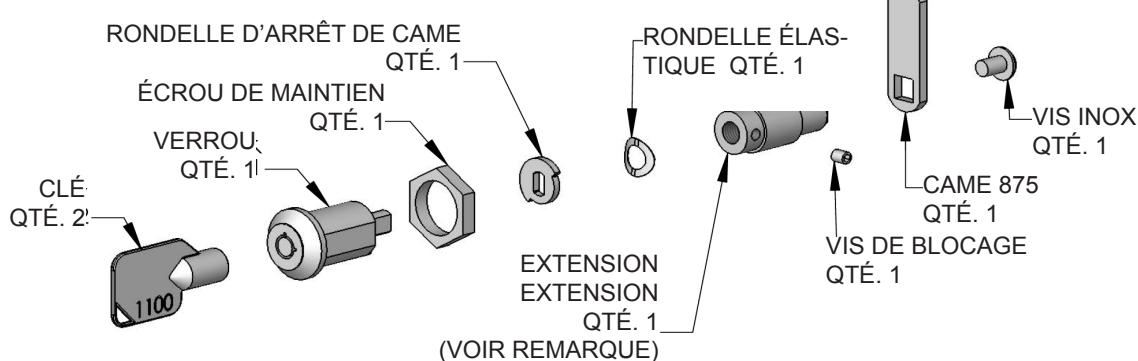

Figure 9
Deux (2) extensions de verrouillage sont fournies avec le verrou. Utilisez l'extension la plus longue pour un panneau de revêtement d'épaisseur  $\frac{3}{8}$ " et la plus courte pour un panneau d'épaisseur  $\frac{5}{8}$ ". Assemblez l'extension de verrouillage, une rondelle d'arrêt de came, une rondelle élastique et une vis de fixation sur le verrou comme montré aux Figures 9 et 10.